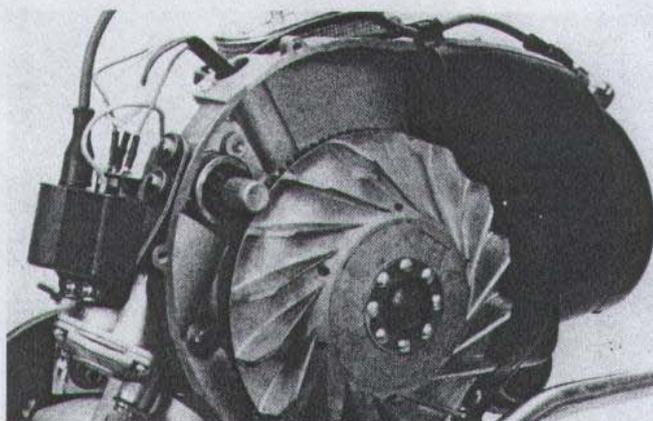

Fig. 85
N.B. - In fig. 85 è rappresentata la posizione d'innesto del pignone, motorino di avviamento, sulla corona volano.